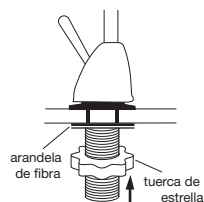

Figura 2
- ☐ Desde abajo del fregadero, deslice la arandela de fibra de 2 1/4" sobre la base del grifo. Reinstale la extensión roscada en la base hasta que quede apretada. Enrosque la tuerca de estrella en la extensión hasta que quede apretada (Vea la Figura 2).